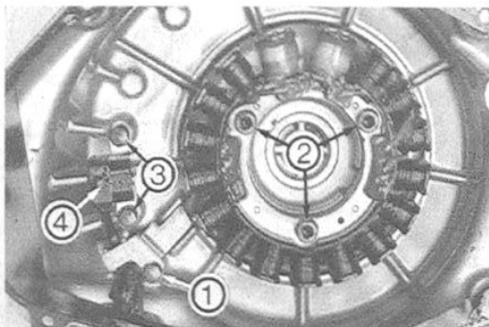

Bild 77
- Zur Demontage der Generator- und Zündimpulsgeberspulen (Bild 77) Befestigungsschrauben SW 8 ausdrehen und Spulen aus Gehäusedeckel entnehmen.